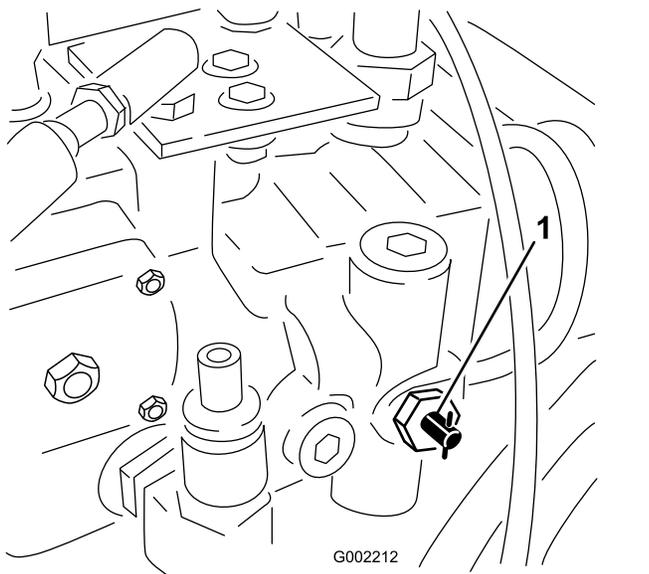

Figura 27
1. Girate la valvola di traino a (Figura 27) 90 gradi in qualsiasi senso per aprirla.